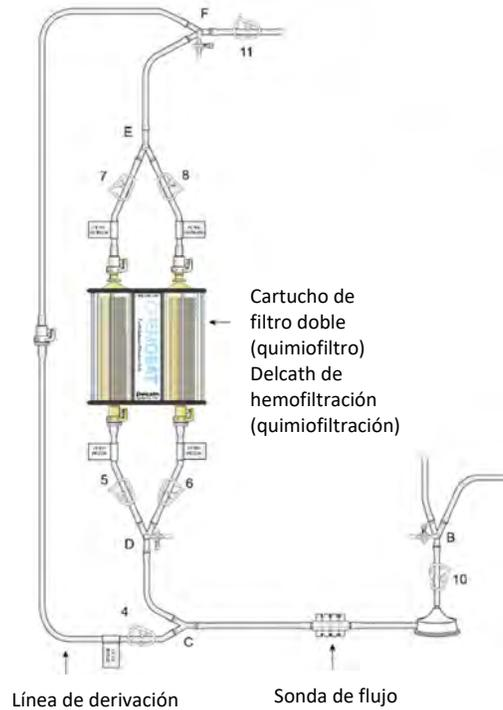

Figura 16
(a) Cierre la abrazadera 4 y abra las abrazaderas de la entrada del filtro (5, 6), a continuación las abrazaderas de la salida del filtro (7, 8) y la abrazadera de la salida del circuito (11) (véase la figura 16), y ajuste el flujo de solución salina isotónica heparinizada al filtro a una velocidad aproximada de 0,5 litros por minuto.